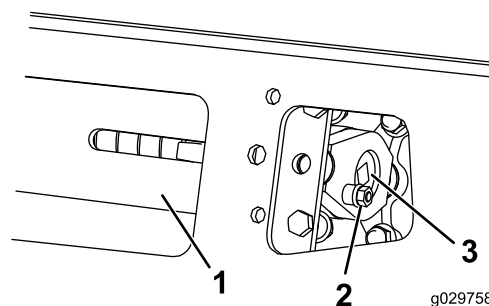

Figura 59
3. Rimuovete il bullone di bloccaggio, il distanziale e il dado (Figura 59).
5. Allineate l'intaglio più vicino della vite di tensione al foro del bullone di bloccaggio e fissate la vite con il bullone di bloccaggio e il dado (Figura 59).
4. Togliete il bullone di bloccaggio e il dado (Figura 59).
5. Utilizzando un cricchetto di trasmissione da 1/2", rilasciate la tensione di trasmissione ruotando la vite di tensione in senso orario (Figura 59 e Figura 65).